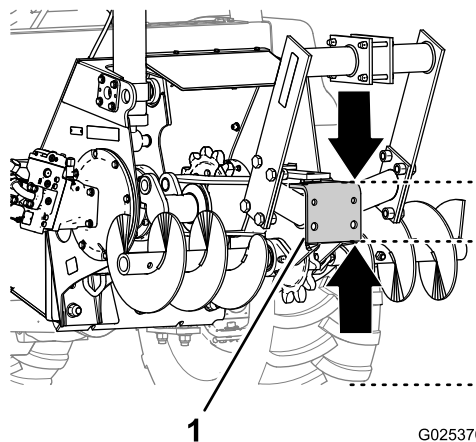

Figure 5
2. Placez le support de fixation de la flèche sur la trancheuse à l'horizontale (Figure 5).